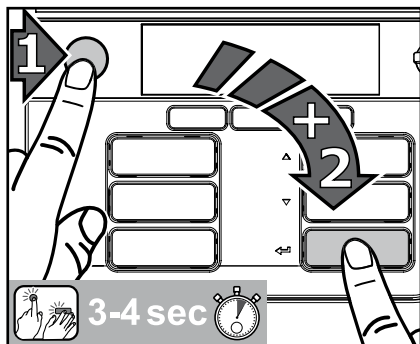

图 34
1. 先按停止键，然后按确认键 ，并将两个键同时按压3-4秒，以便进入清洁模式。（图 34）